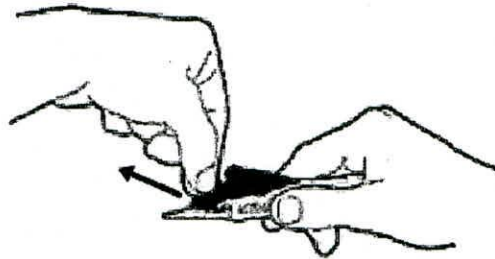

Figura 5
- Paso 9. Retirar el ensamblaje del mecanismo de bloqueo sujetando la lengüeta de retirada, y estirar directamente todo el ensamblaje de mecanismo de bloqueo del sistema inyector en ángulo (Figura 5). Desechar el ensamblaje del mecanismo de bloqueo.